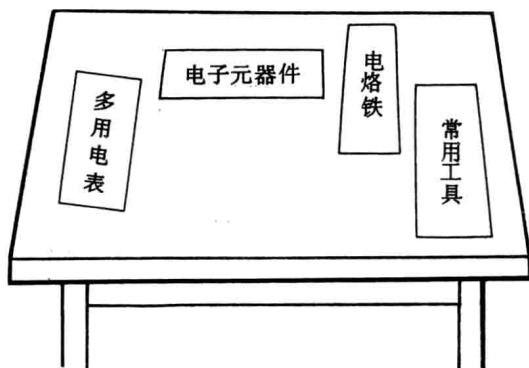

图 1-9 工具、器材的位置
1. 焊接元器件和以后制作电子作品, 需要用到的工具、器材比较多. 为了便于操作, 避免发生伤害事故或烫坏元器件, 在操作过程中, 要随时把暂时不用的工具器材安放在固定的位置, 不要随便乱放. 图 1-9 给出了工具器材的安放位置, 供参考.